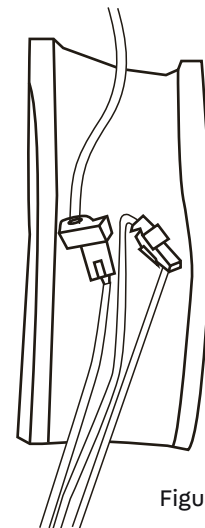

Figura 8
3. Conecte las conexiones de la unidad interior y exterior, ver figura 8.